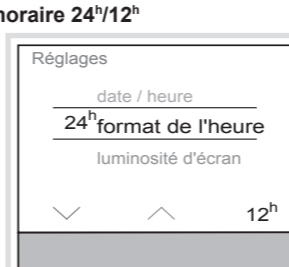

Figure 11 : Réglage format horaire
Le format horaire bascule de 24h à 12h. Dans la ligne de fonction (8), 24 s'affiche pour pouvoir rebasculer au format 24h (figure 11).